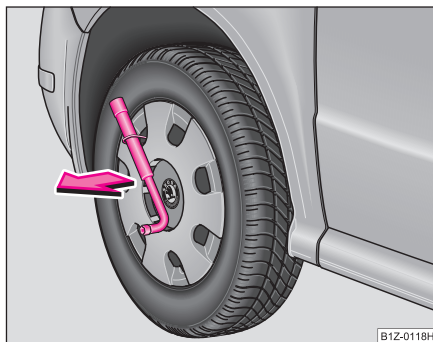

Fig. 201 Desmontar el tapacubos integral
- Introducir la llave de rueda a través del estribo, apoyar la llave de rueda en el neumático y retirar el tapacubos ⇒ fig. 201.